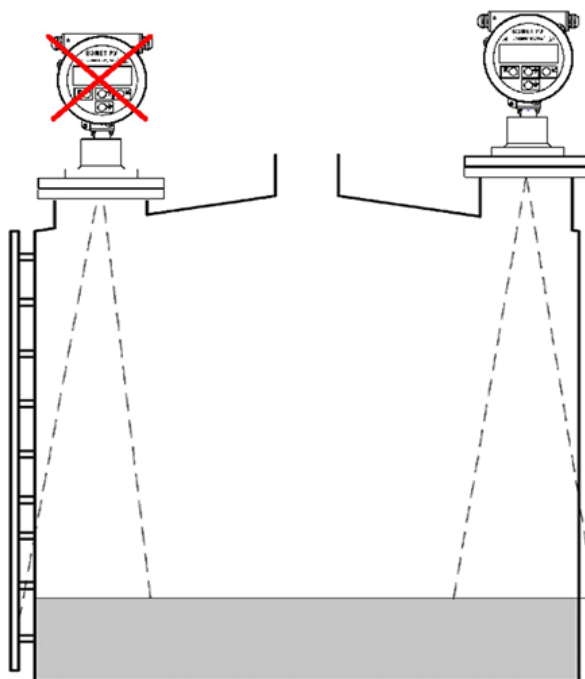

Рис.7. Установка прибора на резервуар из радиопрозрачного материала.
- 3.1.3.7. В случае применения прибора на резервуарах из радиопрозрачного материала (например, пластик), следует учитывать, что конструкции вне резервуара могут попадать в измерительный луч. Поэтому, при монтаже следует выбирать позицию уровнемера с учетом данного факта (рис.7).